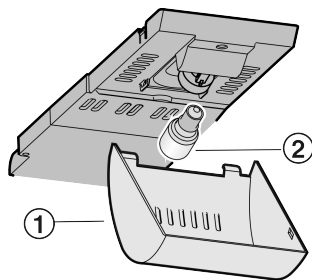

Fig. 12
- Тримайте кришку Fig. 12 (1) спереду та зніміть ззаду з фіксаторів.
- Замініть лампочку Fig. 12 (2).
- Вставте кришку Fig. 12 (1).